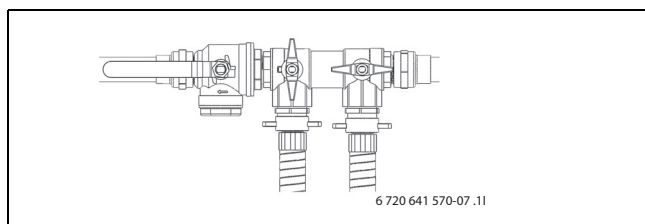

Bild 20 Påfyllnadssats i tryckhöjningsläge
- ▶ När urluftningen är klar ska kretsen trycksättas. Vrid ventilerna på påfyllnadssatsen till tryckhöjningsläge och trycksätt kretsen till 2,5 - 3 bar (→ Bild 20).